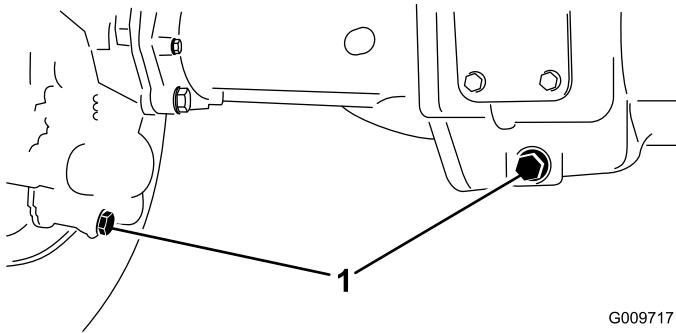

Figura 89
2. Limpie la zona alrededor de los tres tapones de vaciado, uno en cada extremo y uno en el centro (Figura 89).